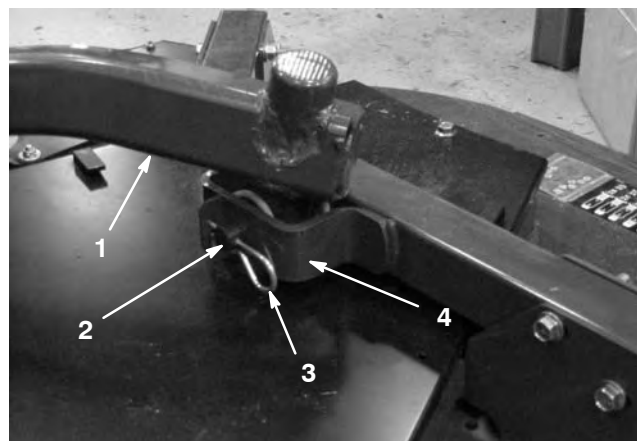

Figure 27
4. Retirez les goupilles fendues et les axes de chape qui fixent les bras de levage aux supports des bras pivotants (Fig. 27).